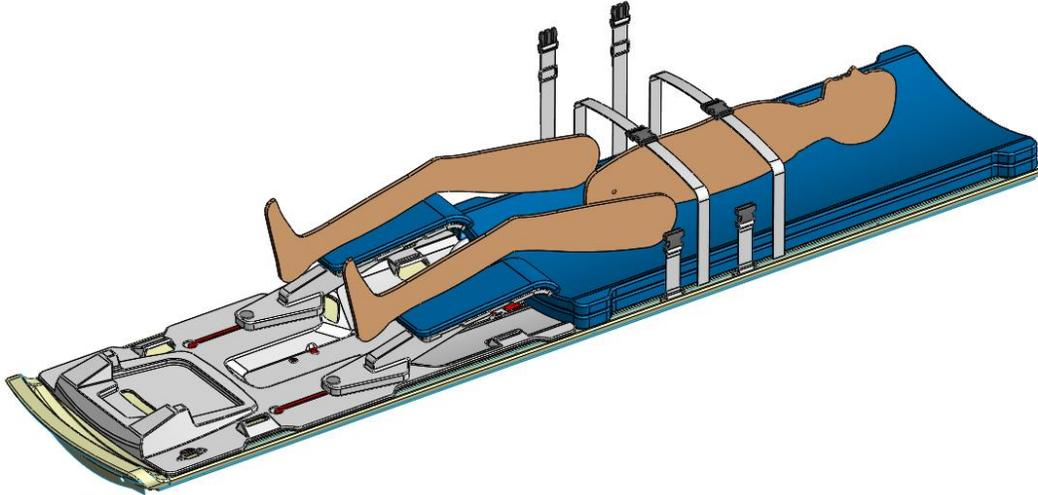

Abbildung 31: Fixieren des Abdomens und der Arme
5. Fixieren Sie das Abdomen und die Arme des Patienten. Schieben Sie die Patientengurte durch die Schlitze. Stecken Sie die Schlosszungen in die Gurtschlösser und ziehen Sie die Gurte nach Bedarf fest, indem Sie an den freien Enden (*Abbildung 31*) ziehen.